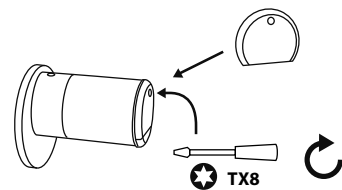

Abb. 142
- 4 Setzen Sie die vordere Abdeckung wieder auf und schrauben Sie sie fest (Abb. 142).